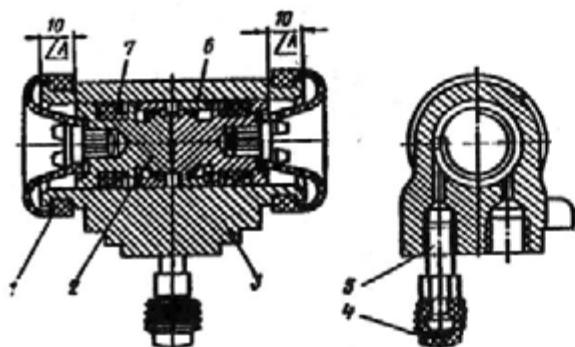

Рис. 249. Колесный цилиндр заднего тормоза:
1. При установке колодок с новыми фрикционными накладками поршни 2 (рис. 249) вверните в кольца 6 до ощутимого упора и сдвиньте поршни до упора один в другой, выдержав размер А. Сдвиг производите легкими ударами молотка через деревянную оправку.
5. Снимите защитные резиновые колпаки 1 (см. рис. 249) с колесного цилиндра и отверткой, вставленной в паз опорного стержня, выверните поршни, вращая их против часовой стрелки, и выньте из полости цилиндра.
8. Наденьте резиновые защитные колпаки и вверните клапан выпуска воздуха. При отсутствии специальных приспособлений для сборки колесных цилиндров после операции, описанной в пункте 3, поршень с кольцом запрессуйте на ручном прессе (или легкими ударами молотка через деревянную оправку) до упора поршней один в другой, выдержав размер А (рис. 249).